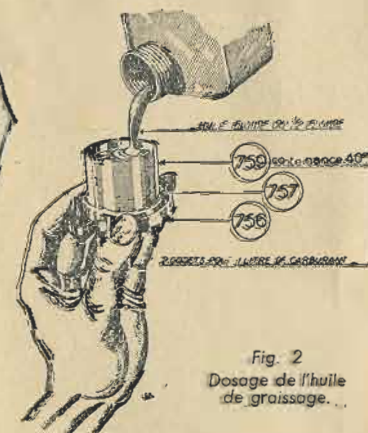

Fig. 2
Pour assurer le graissage normal du moteur VAP 4, il est nécessaire de mélanger au carburant un volume d'huile égal à 7 ou 8 % du volume de carburant utilisé, c'est-à-dire qu'il faut introduire 70 à 80 cm³ d'huile dans chaque litre de carburant (1.000 cm³) versé dans le réservoir. Afin de faciliter cette opération pour l'usager, le bouchon du réservoir (755) est muni d'un petit godet (759) dont la capacité est exactement de 40 cm³ (fig. 2).